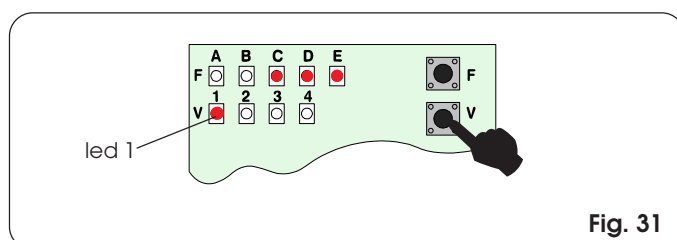
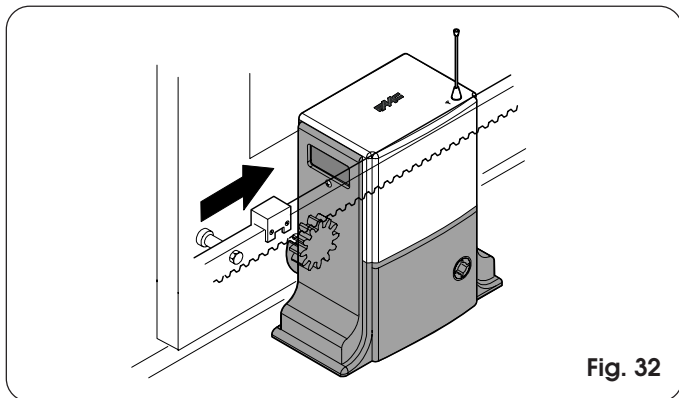
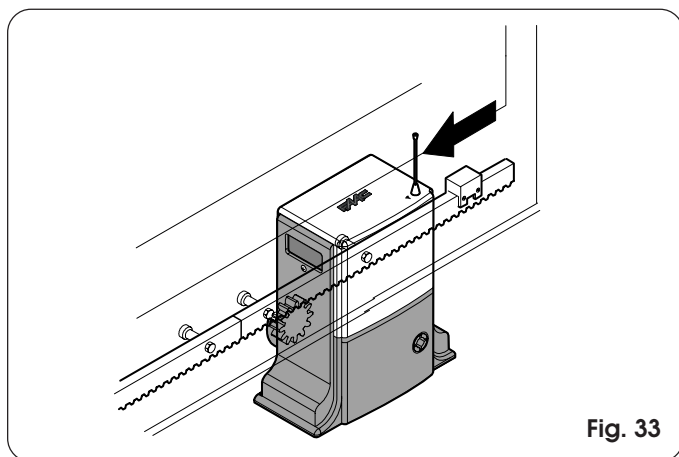

Fig. 31
Fig. 32
Fig. 33
- Entrare nella funzione stato degli ingressi premendo il pulsante P2 (Fig. 31 e par. 8.4).
- Fare scorrere il magnete sulla cremagliera (Fig. 32) fino a vedere lo spegnimento del led 1 sulla scheda elettronica (Fig. 31).
- Fare scorrere il magnete sulla cremagliera (Fig. 33) fino a vedere lo spegnimento del led 1 sulla scheda elettronica (Fig. 31).